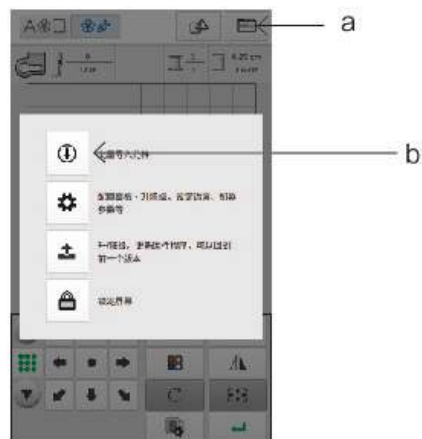
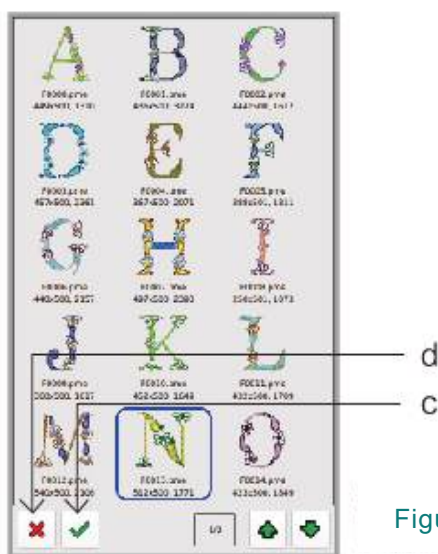

Figura 13
Figura 14
2. Haga clic en "a" para ingresar a la interfaz en la Figura 13, haga clic en "b" para ingresar a la interfaz en la Figura 14.